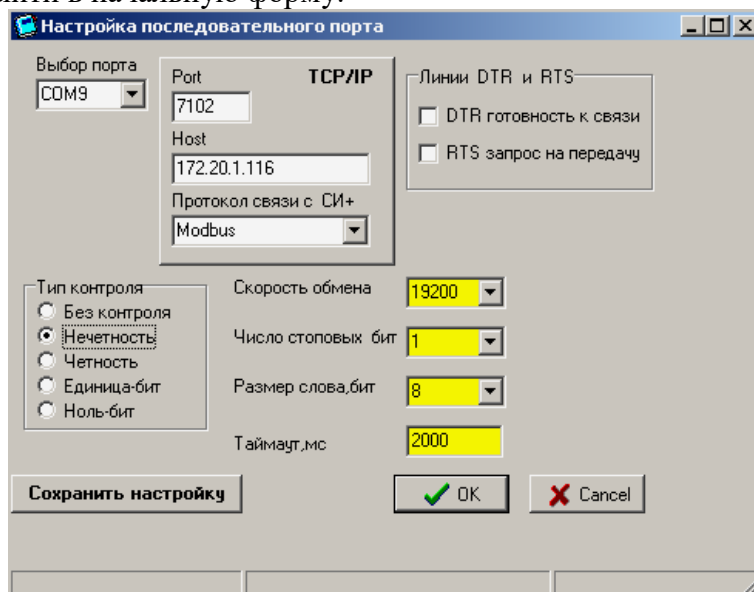

Рисунок 2.5
2.5 Нажать на кнопку «Настроить» для активации формы «Настройка последовательного канала» (рисунок 2.5). Для выбранного порта установить: скорость обмена – **19200** бод, число стоповых бит – **1**, размер слова – **8** бит, тип контроля – **нечётность**. Нажать на кнопку «Сохранить настройку». Выйти в начальную форму.